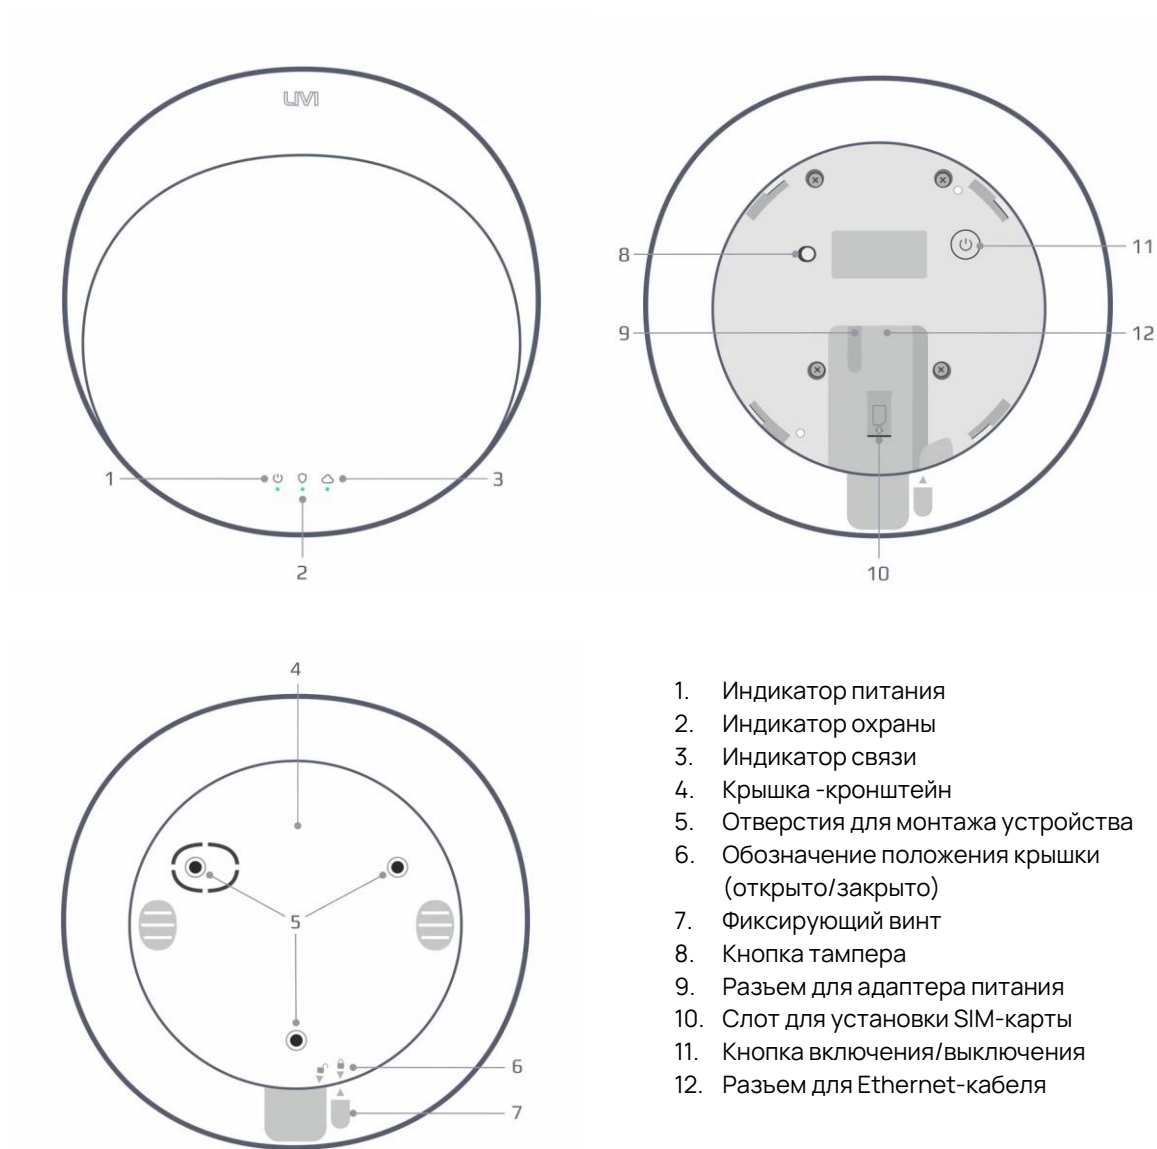

Рисунок 1.2 – Внешний вид хаба
1. Отсоедините крышку (4, рисунок 1.2), повернув её против часовой стрелки так, чтобы метка  на крышке совпала с меткой  на корпусе хаба.
2. Подключите адаптер питания в разъем (9, рисунок 1.2) на корпусе хаба, а затем к розетке с питанием 230 В.
3. Для работы хаба через проводной интернет подключите Ethernet-кабель в разъем (12, рисунок 1.2) и к интернет розетке или роутеру.
4. Для работы хаба через мобильный интернет установите SIM-карту в слот (10, рисунок 1.2), расположив ее в соответствии с обозначением на корпусе.